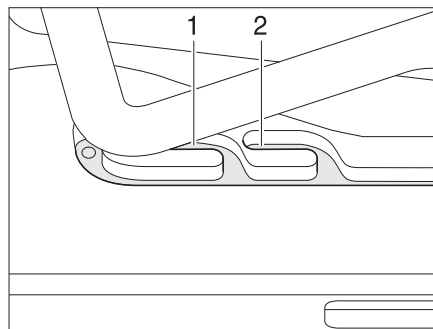
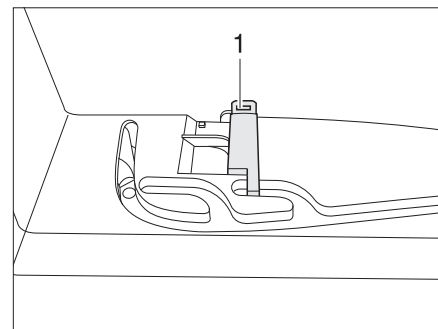

Fig. 71 Claraboya Heki en posición de ventilación
Fig. 72 Bloqueo de la posición de ventilación
La claraboya Heki se puede colocar en dos posiciones de ventilación: Posición de mal tiempo (Fig. 71,1) y posición mediana (Fig. 71,2). Según el modelo, la claraboya podrá ser bloqueada en la posición mediana con el pestillo (Fig. 72,1).
- Presionar el estribo ligeramente hacia arriba y empujarlo en la guía seleccionada (Fig. 71,1 ó 2) y, si fuera necesario, bloquearlo.